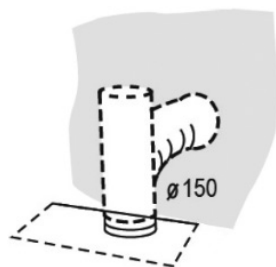

Рис. 14
4. Після встановлення витяжки під'єднайте вихідну трубу до отвору для виходу повітря. (див. Рис. 14)